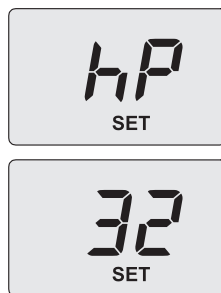

Figura 9.12
- Utilizzare i tasti 15 o 16, sul display LCD le lettere **hP** si alternano con il valore di temperatura minimo dell'acqua di riscaldamento (es. **32**) e compare la scritta "**SET**", indicanti l'entrata nell'attivazione della "funzione spazzacamino" alla potenza minima in riscaldamento (Figura 9.12).